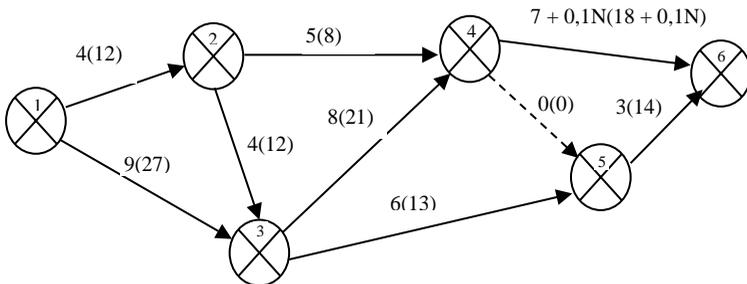

Рис. 3.21. Сетевой график выполнения комплекса проектных работ
2. На перерабатывающем комбинате необходимо выполнить комплекс проектных работ, последовательность которых изображена на сетевом графике (рис. 3.21).